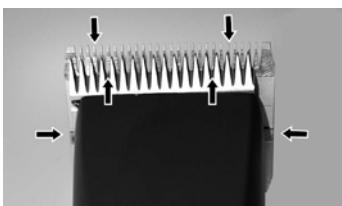

Abb. 21
Für ein gutes Haarschneide-Ergebnis und zur Erhöhung der Lebensdauer der Haarschneide-Maschine und des Scherkopfes ist eine dünne Ölschicht zwischen dem Ober- und Untermesser unumgänglich (Abb. 21).
- Schermesser während des Haareschneidens ausreichend ölen (mindestens alle 15 Minuten), damit sie nicht trocken laufen (Abb. 21).